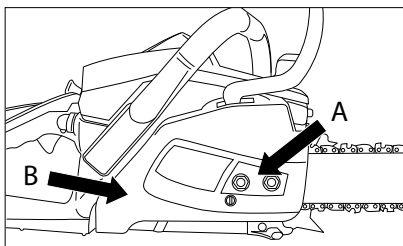

Рис. 5
3. Открутите обе гайки (А), крепящие шину и защитную крышку. Снимите защитную крышку вместе со щитком тормоза цепи (В) (рис. 5).